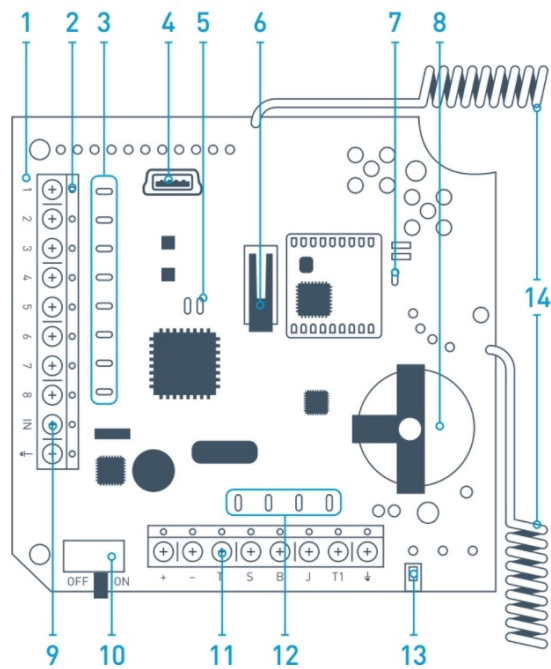

Abb. 1. Funkensorempfänger ocBridge Plus
1. Schließen Sie ocBridge Plus mit Hilfe eines USB-Kabels (Typ A – miniUSB) über den Anschluss «4» (Abb. 1) an den Computer an. Schalten Sie den Empfänger mit dem Schalter «10» ein (Abb. 1).
Beschreibung der Leuchtanzeigen «5» (Abb. 1):